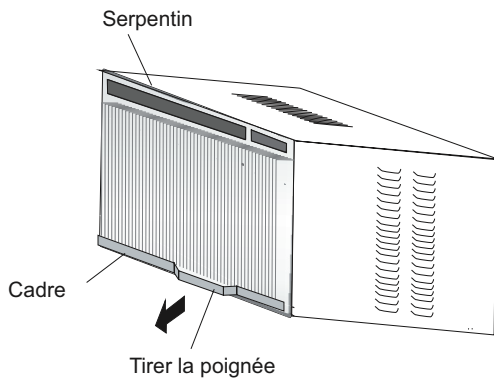

Fig. 7 - Retrait du conditionneur
- C. Saisir la poignée à l'avant du conditionneur, puis tirer délicatement pour le sortir de son boîtier (voir Fig. 7). REMARQUE : Veiller à revisser le boîtier à la fin de l'installation dans la fenêtre.